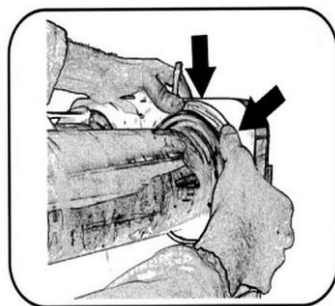

Fig. 33
4. Une fois le joint du réservoir en bonne position, appuyer avec les pouces sur la partie inférieure et faire baisser progressivement la partie supérieure (des mouvements circulaires avec les doigts) jusqu'à ce qu'elle soit en bonne position. (Fig. 33, 34)